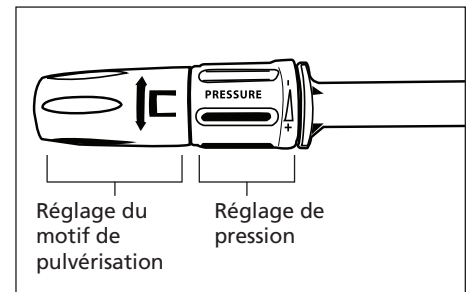

Figure 2
- Vérifiez que la lance n'est pas réglée sur la position "savon" – seulement pour le PW1825 et le PW1835 – (Voir la Figure 2)